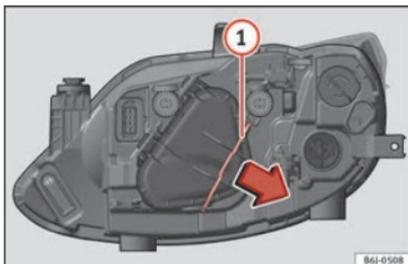

Fig. 94 Faro singolo.
- Far scorrere il tirante » fig. 94 1 nel senso della freccia e sfilare la chiusura.